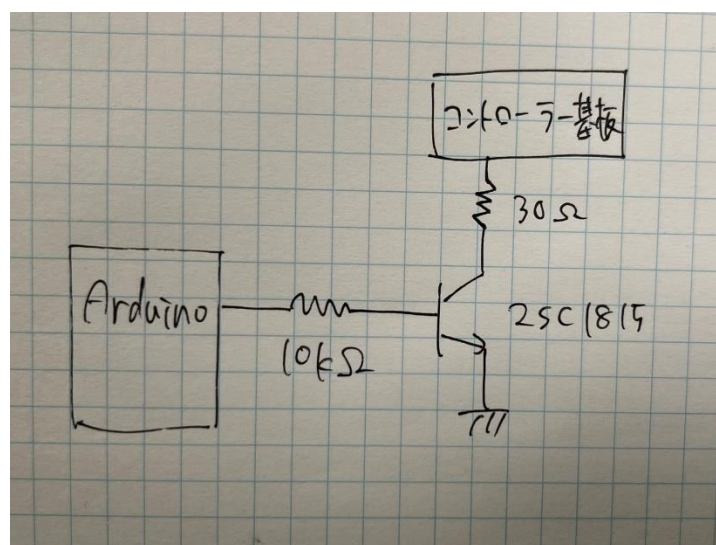

図 2 スイッチング回路の回路図
2.1 で書いたスケッチだけではコントローラーの導通を確保することはできません。**Arduino** から出力される電圧を元にスイッチングをする必要があります。リレーを使うか、トランジスタを使うか、はたまたフォトカプラを使うか、手法はたくさんあります。今回選んだのはトランジスタを用いたスイッチング回路です。コマンドが出されるたびにガチャガチャ音が鳴るのもなんだかなぁと思い、トランジスタを選びました。以下に回路図を示します。(図 2)